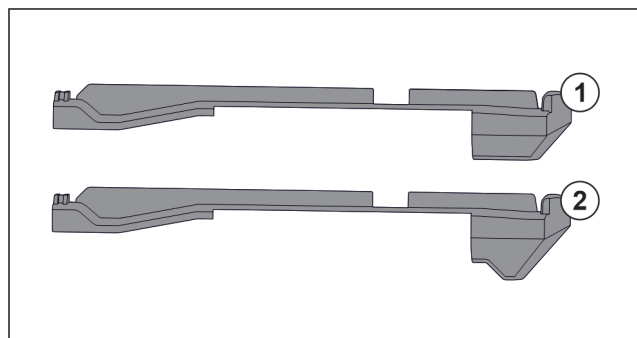

Fig. 147 Usporedba natičnih dijelova
U uređaju se nalaze dva različita natična dijela. Natični dio iznad najdonje ladice Fig. 147 (2) ima trokutasti rub. Svi drugi natični dijelovi Fig. 147 (1) imaju ravan rub.
- ▶ Postavite natični dio Fig. 147 (2) s trokutastim rubom iznad najdonje ladice.
- ▶ Postavite natični dio Fig. 147 (1) s ravnim rubom na svim drugim stranama.